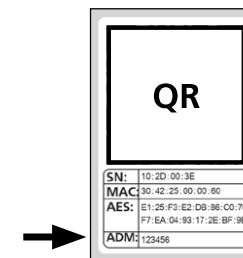

Abb. 3
- 3 Sie erhalten eine Aufforderung, den mitgelieferten QR-Code des Zylinders mit der Kamera des Smartphones einzuscannen. Der QR-Code befindet sich auf dem Aufkleber, welcher der Verpackung beiliegt (Abb. 3).
! **Achtung:** Dem Set liegen zwei Aufkleber mit QR-Codes bei, für Zylinder und Tastatur. Den hier benötigten QR-Code für den Zylinder erkennen Sie an dem Administratorcode unten auf dem Aufkleber, gekennzeichnet mit der Bezeichnung „ADM“ (Abb. 3).